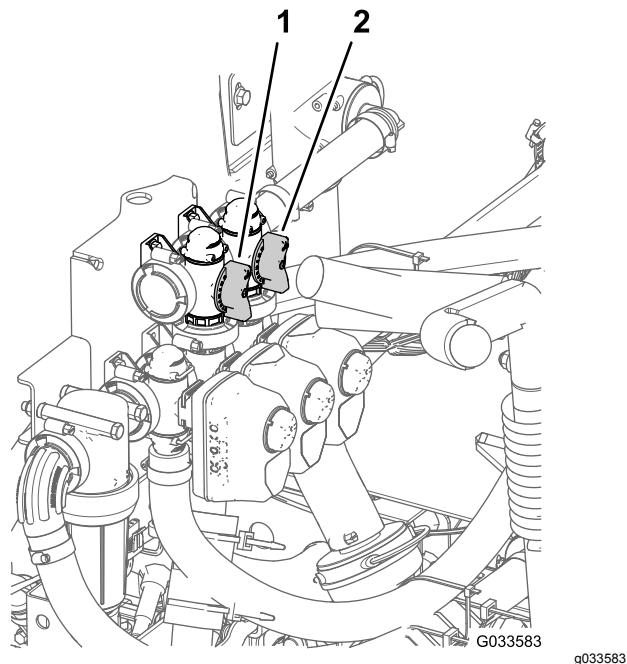

Рисунок 88
11. Отрегулируйте клапан перепуска перемешивания (Рисунок 88) на задней стороне клапана перемешивания таким образом, чтобы показание давления по манометру составило 6,9 бара.
8. С помощью главной ручки перепуска секций отрегулируйте интенсивность перемешивания в баке (Рисунок 88).